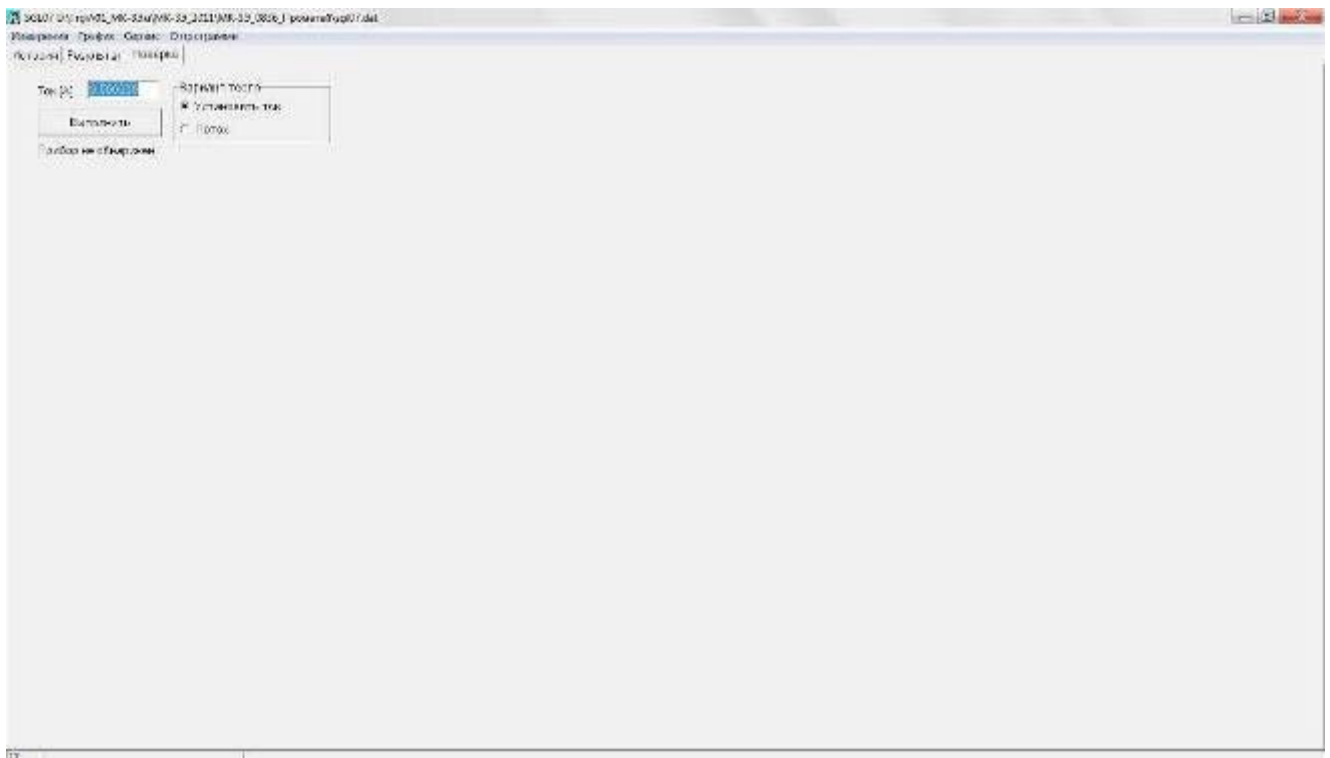

Рис.24 Окно «Проверка»
- 2.3...10 После нажатия кнопки "Старт" выполняется размагничивание в отрицательном направлении. По окончании появляется надпись "Измерение закончено" и после нажатия "ОК" появляется окно, в котором графически отображается часть нисходящей ветви петли гистерезиса, а в правом поле исходные данные и численные значения измеренной коэрцитивной силы по индукции H_cV и вычисленная по измеренным значениям точек нисходящей петли коэрцитивная сила по намагниченности H_cJ (рис.24).